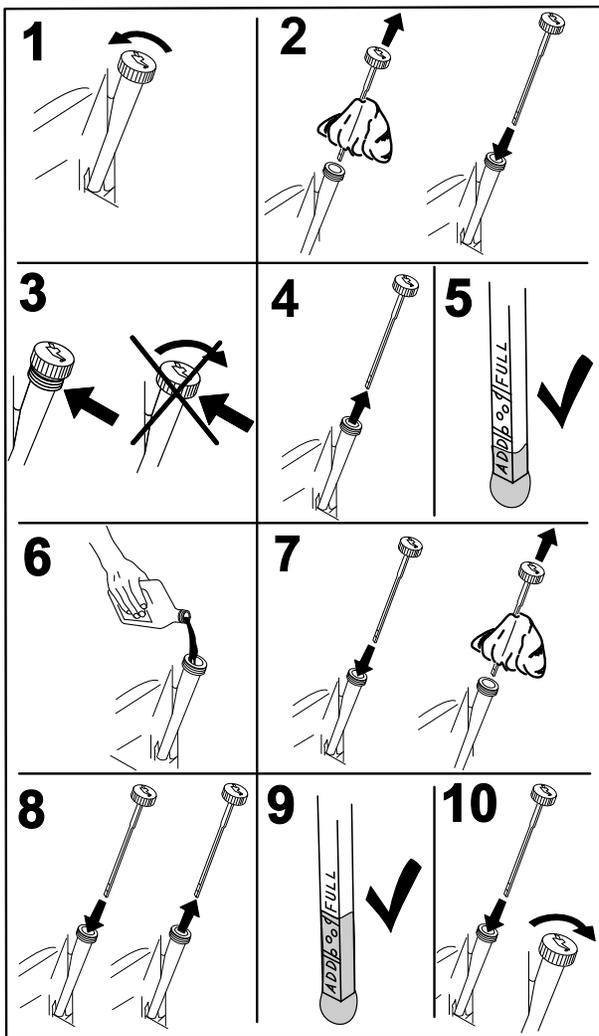

Figura 36
4. Pare el motor, retire la llave y espere a que se detengan todas las piezas en movimiento antes de abandonar el puesto del operador (Figura 36).